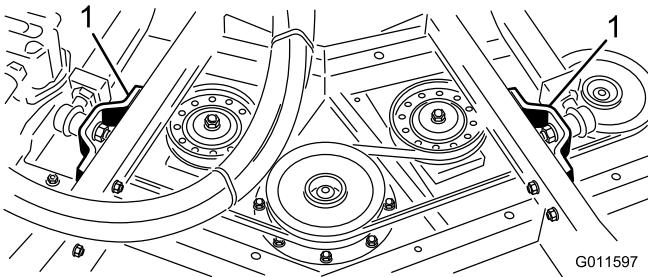

Figura 4
- Retire los pernos, las arandelas y las contratuerzas que sujetan el soporte de la articulación esférica de cada brazo de elevación al tubo del brazo de la rueda giratoria de la unidad de corte (Figura 4).